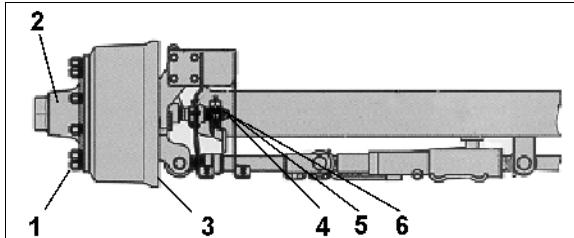

Рис. 184
- Рис. 184: Поддерживающая управляемая ось